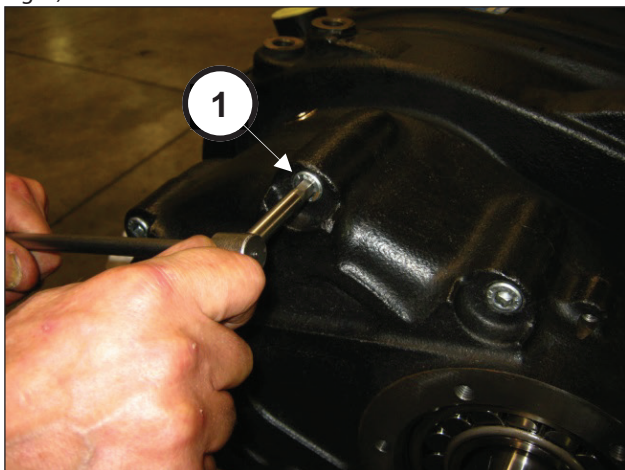

Fig. 6
Aflojar los tornillos de fijación de la tapa del reductor (pos. ①, Fig. 6).